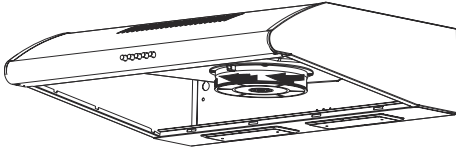

Fig. 8: Kulfilter montering
- 1-Sæt kulfilteren / kulfiltererne op til motoren/motorerne (Fig. 8).
- 2-Drej nu kulfilteret / kulfilterne med urets retning for at montere dem på motoren / motorerne (Fig. 8).